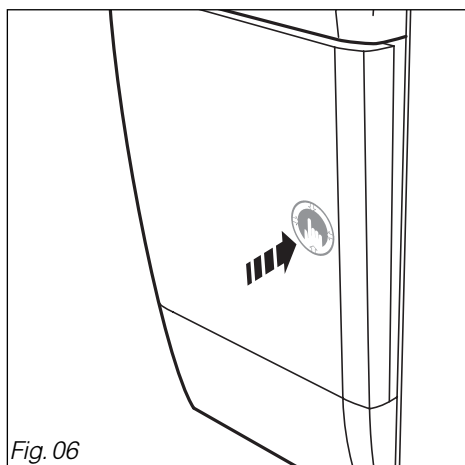

Fig. 06
- Ouvrez la porte en poussant (Fig.06).